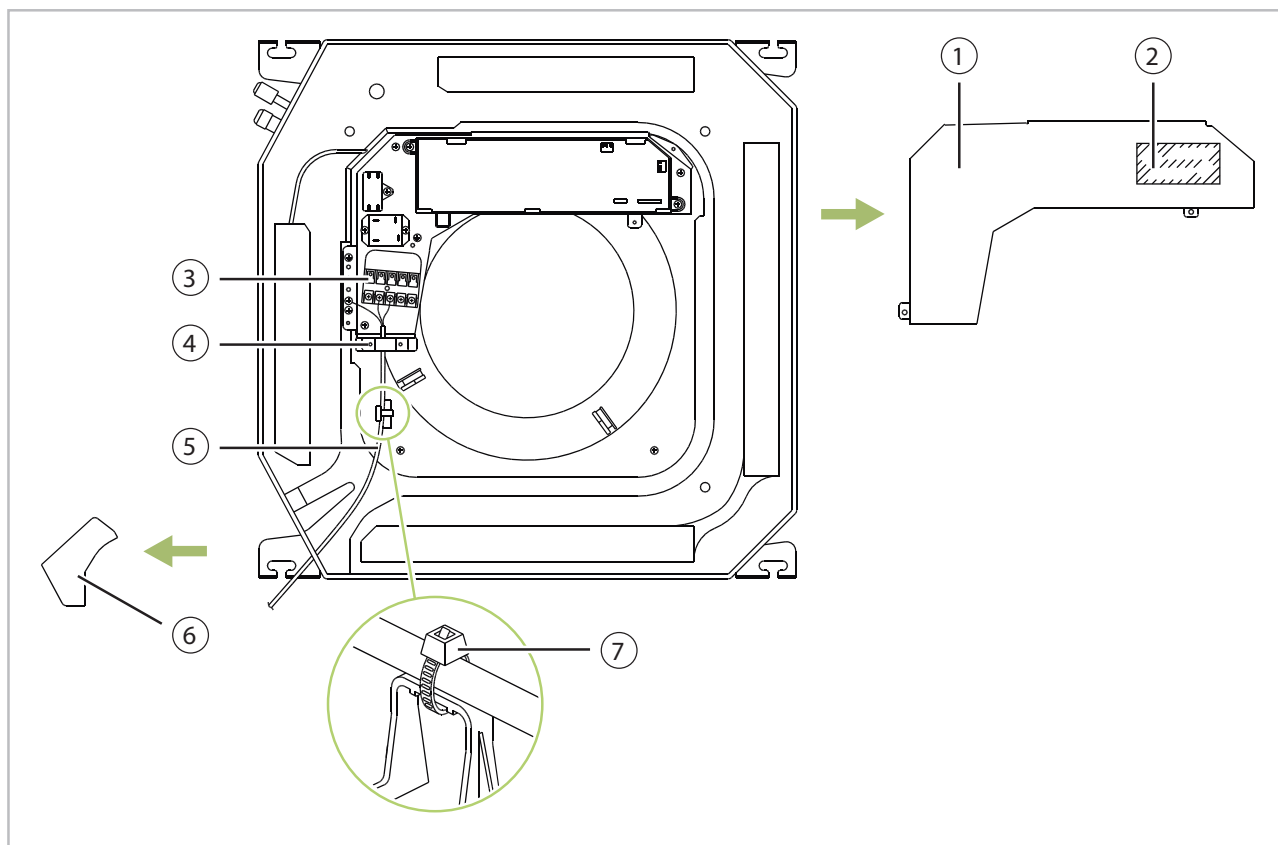

Fig. 36: Branchement de l'appareil intérieur
2. ➤ Desserrez les capots du coffret électrique (Voir la Fig. 36).